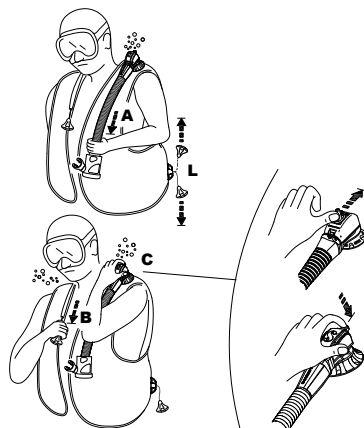

fig. 7
- a. puxe delicadamente o conjunto da traqueia (fig. 7 - A).
- b. Empurre o fundo com saliência para fora da caixa da válvula (fig. 7 - C) (Patenteado): este sistema poderia ser útil também para purgar ar de um outro mergulhador com problemas (pânico, mergulhador principiante, em caso de perda de sentidos, etc.).
- A Válvula dupla de descarga manual SCUBAPRO® (Patenteada) apresenta um botão manual de segurança que libera o ar quando pressionado (Fig. 7-C), em caso de falha do Sistema manual de descarga (cabo quebrado, pino quebrado, etc.) ou quando estiver respirando de um Air 2.
**Válvula ombro (fig. 7-B)**
A válvula no ombro direito, se estiver presente, é ativada puxando-se suavemente o punho que está conectado à válvula através de um cordão (fig. 7-B). Para operar qualquer um dos tipos de válvula de descarga, oriente a válvula para uma posição superior à da bolha de ar no Colete. Ative a válvula de descarga até obter a flutuabilidade pretendida. Não puxe/pressione mais para fechar a válvula (fig. 7-B).
**Válvula de esvaziamento inferior (fig. 7 - L)**
**os dispositivos de esvaziamento com um fluxo máximo de gás são a válvula ombro fig. (7-B) e a válvula inferior (fig 7-L).**